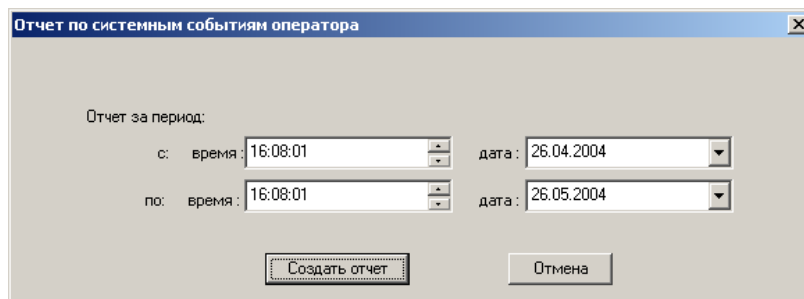

Рисунок 62
3.8.8 «Отчет по действиям оператора» (рисунок 62) формируется по всем отработкам (квитированию) операторами АРМ тревожных событий и командам, выданным на ретранслятор с указанием номера наряда ПЦН, фамилии оператора, объекта, типа команды и результата выполнения (журнал оператора).